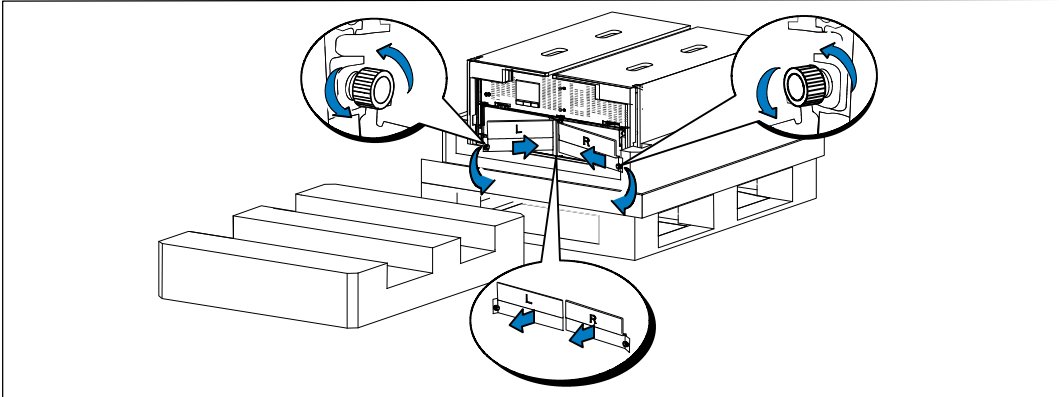

Figure 7. Retrait des supports de fixation des batteries
- 5 Retirez les deux supports de fixation de la batterie de l'onduleur (see Figure 7):